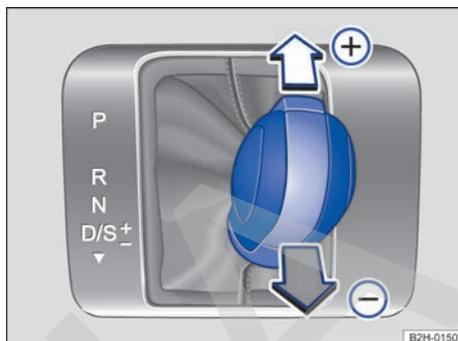

Fig. 112 Palanca selectora en la posición Tiptronic (vehículos con el volante a la izquierda).
- Para cambiar a una marcha más larga o más corta, empuje levemente la palanca selectora hacia delante  o hacia atrás  → fig. 112. ▶